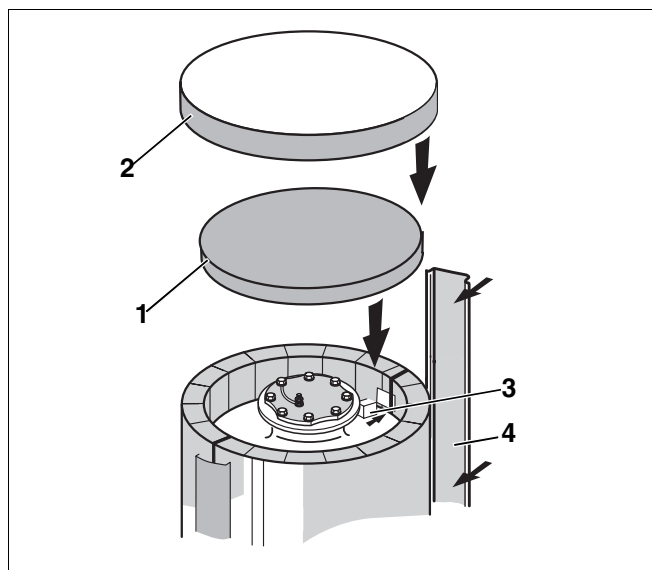

Fig. 8 Izolație termică – gură de vizitare superioară
- Se montează prin culisare masca (fig. 8, **poz. 4**) pe rigla de închidere a plăcilor termoizolante.
- Se introduce dinspre interior, în decupare, dopul termoizolant dreptunghiular (fig. 8, **poz. 3**).
- Se așează discul termoizolant (fig. 8, **poz. 1**) peste capacul gurii de vizitare superioare astfel încât marginea plăcilor să fie în același plan cu discul.
- Se montează capacul acumulatorului (capac din material plastic, fig. 8, **poz. 2**) peste discul termoizolant și marginea plăcilor termoizolante.